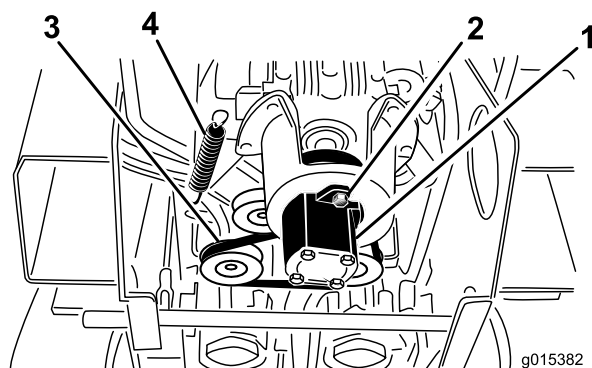

Figure 53
5. Desserrez les 2 boulons de la pompe (Figure 53).
6. Tournez la pompe dans le sens antihoraire et laissez-la se détacher de la poulie (Figure 53).
7. À l'aide d'un extracteur de ressort (à se procurer chez un concessionnaire-réparateur agréé) ou d'un crochet en métal, décrochez l'extrémité du ressort de la poulie de tension du boulon de ressort afin de détendre la courroie (Figure 53).